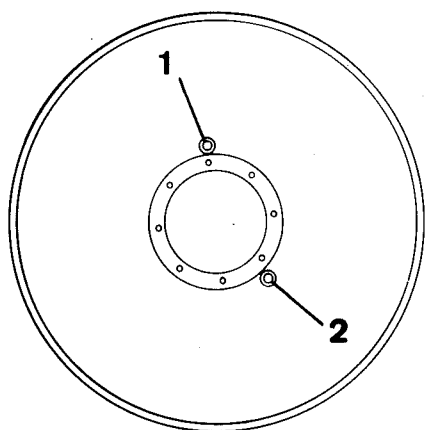

Fig 29 Valsens placering vid oljepåfyllning
- 3 Kör maskinen så att pluggen (1) kommer högst upp.
- 4 Fyll på olja typ D enligt smörjmedel, se sid 1, till halva nivåglasets. Se fig 29.